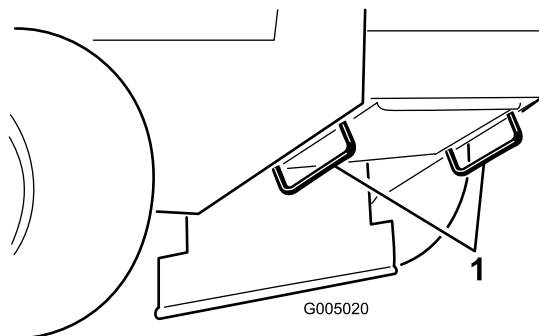

Figura 11
5. Utilice los bucles metálicos de amarre de la máquina para sujetar la máquina firmemente al remolque o al camión con correas, cadenas, cables o cuerdas (Figura 11).